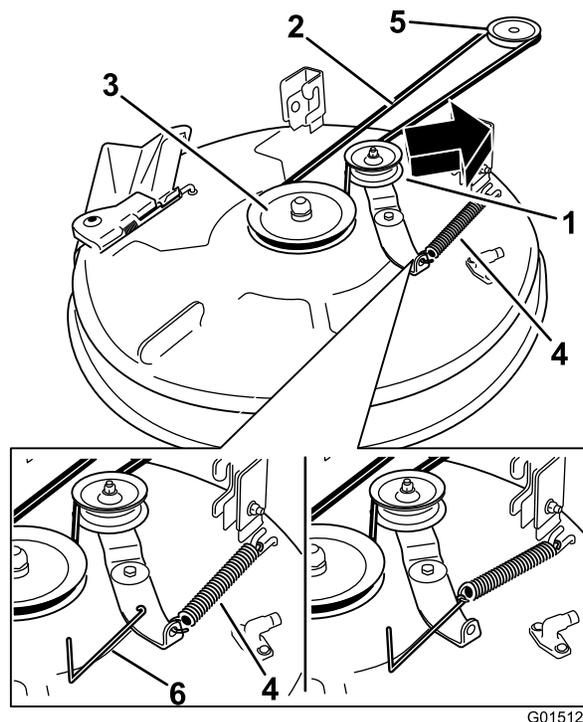

Figura 56
5. Servendovi di un attrezzo per la rimozione delle molle (n. cat. Toro 92-5771), sganciate la molla di rinvio dal gancio del piatto di taglio per eliminare la tensione dalla puleggia tendicinghia e toglie la cinghia dalle pulegge (Figura 56).
6. Montate la nuova cinghia attorno alla puleggia del motore e a quelle del tosaerba (Figura 56).
7. Servendovi di un attrezzo per la rimozione delle molle (n. cat. Toro 92-5771), agganciate la molla di rinvio al gancio del piatto di taglio per mettere in tensione la puleggia tendicinghia e la cinghia (Figura 56).